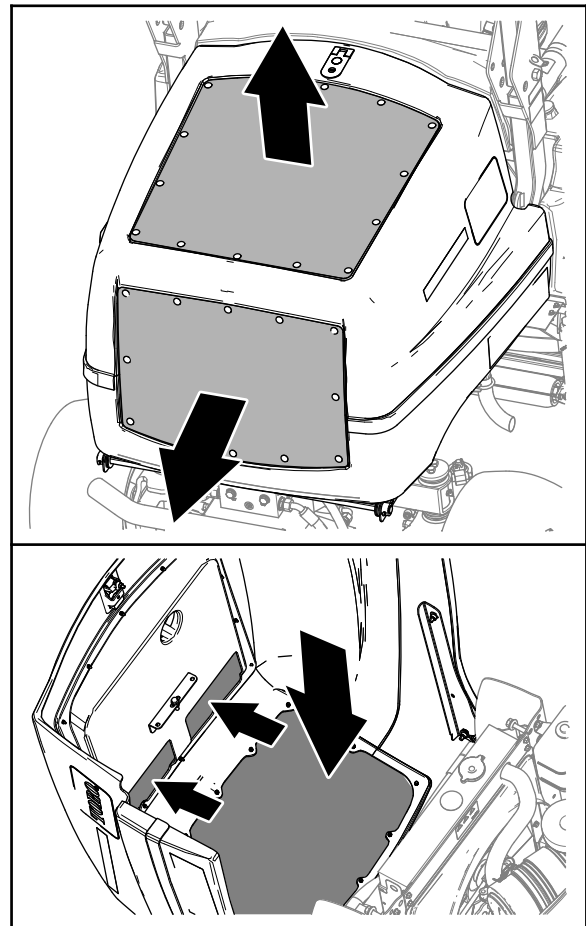

Figura 77
2. Pulite l'esterno delle griglie nel cofano (Figura 77).
3. Sbloccate e aprite il cofano (Figura 77).
4. Pulite l'interno delle griglie del cofano con aria compressa (Figura 77).